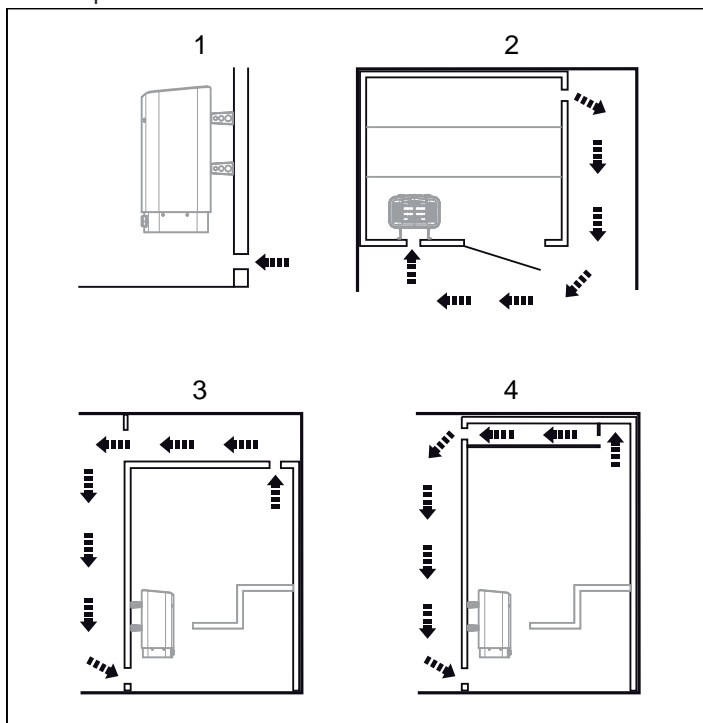

Fig 4: Emplacement des bouches d'entrée et de sortie d'air
- avec une distance maximale par rapport à la bouche d'entrée d'air, par exemple en diagonale (cf. Fig 4, page 14).
- en hauteur sur la cloison, ou au plafond (cf. Fig 4, page 14).